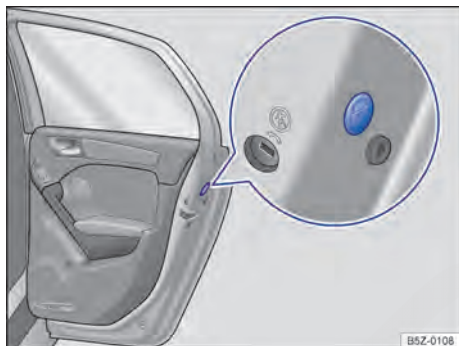

Fig. 52 Na porta traseira: travamento de emergência, coberto por uma vedação de borracha.
- Remover a vedação de borracha na lateral da porta. A vedação está identificada por um cadeado  → Fig. 52.
- Inserir a haste da chave na fenda → Fig. 52 e girar no sentido horário (para fora do veículo) até o batente.